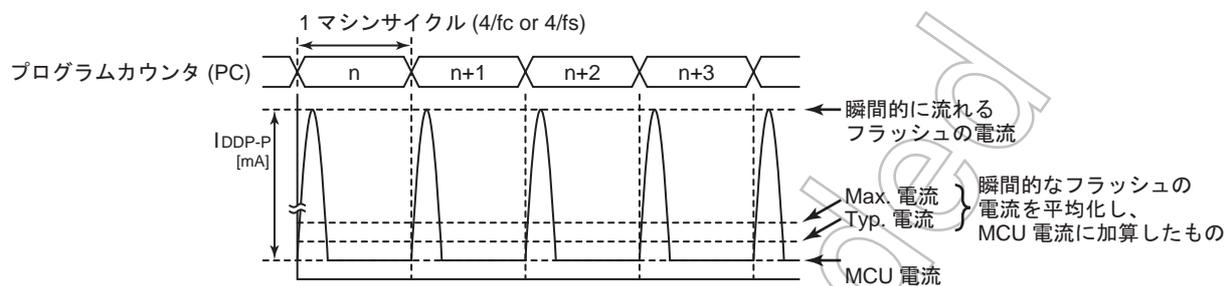

図 21-1 フラッシュメモリの間欠動作
- 注 10) フラッシュメモリでプログラムが動作しているとき、またはフラッシュメモリからデータをリードしているとき、フラッシュメモリは間欠動作を行いますので、瞬間的に図 21-1 のようなピーク電流が流れます。よってこの場合の電源電流  $I_{DD}$  (NORMAL1/2、SLOW1 モード時) は、ピーク電流を平均化した電流値と MCU 電流の和となります。